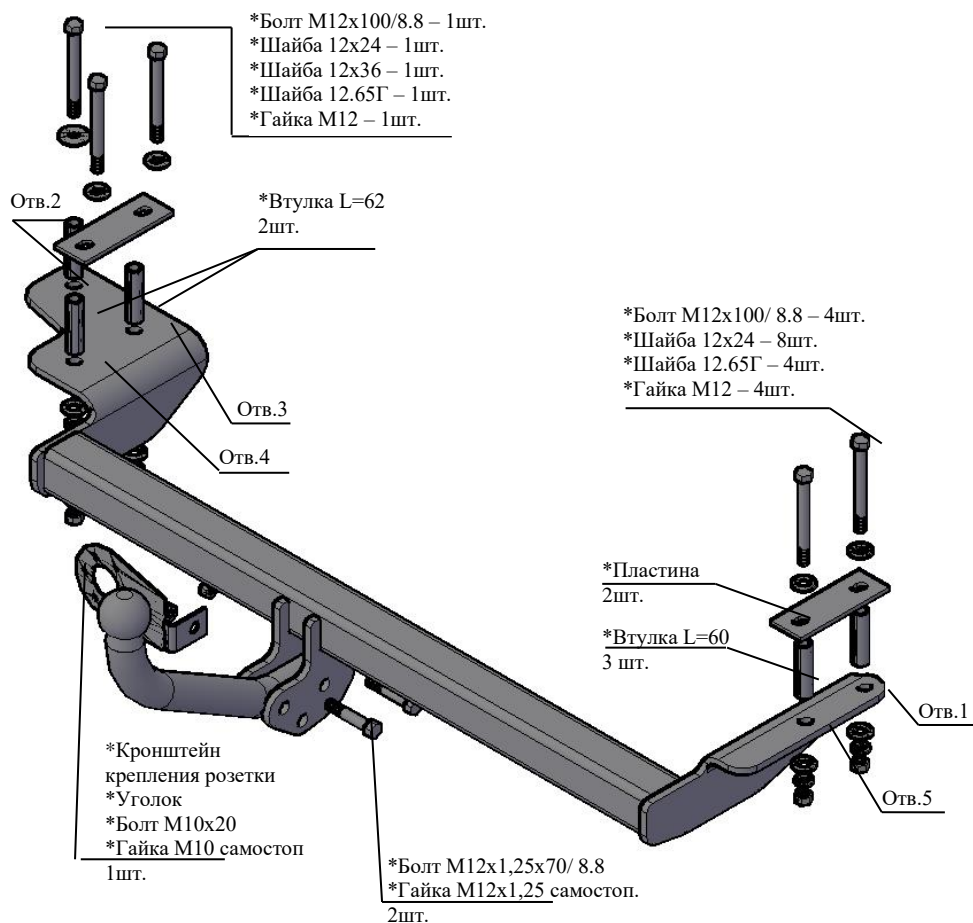

Рис.1 Тягово-сцепное устройство 9410
2.1 ТСУ 9410 в сборе (рис.1)	1 шт
2.2. Пакет комплектующих (рис.1) +защитный колпак	1 шт+1 шт